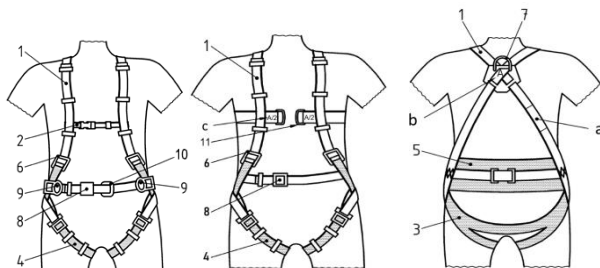

Figure 1 – Composants du harnais
- La ceinture est rembourrée et possède deux points d'ancrage latéraux, utilisés comme points d'ancrage pour le positionnement au travail. Passez une longe autour du point d'ancrage et les connecteurs aux deux extrémités de la longe sont reliés aux points d'attache des hanches (Fig. 1, 9) des deux côtés de la ceinture pour réaliser le positionnement au travail. Utilisez la boucle passante ou la boucle à dégageement rapide pour attacher et ajuster la ceinture au corps.